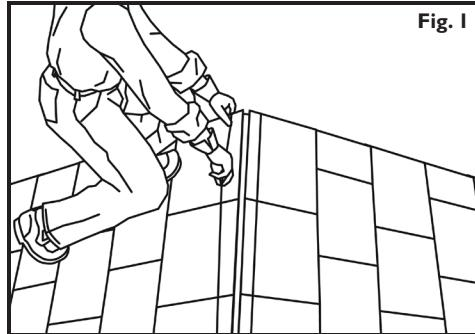

Fig. 1
1. Using a chalk line, mark out 1" on both sides of the ridge as a guide for cutting a slot in the top of the ridge. **See Fig. 1.**
1. Trace líneas con tiza de modo de dejar 1 pulgada de cada lado de la cumbre y utilizarlas como guía para cortar una ranura en su parte superior. **Consulte la Fig. 1.**